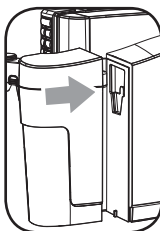

Fig.1
- 1- Avvicinare la caraffa alla macchina, tenendola leggermente sollevata (Fig.1).